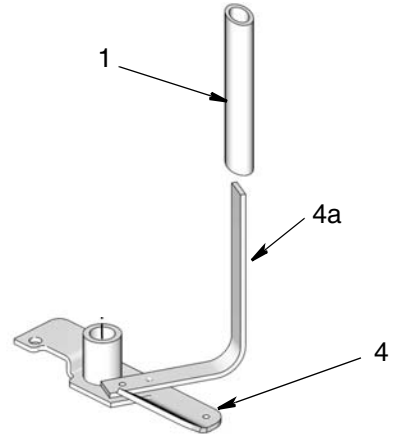

FIG. 7
1. Lubrifier légèrement le manchon du levier de commande (4a) avec le même lubrifiant utilisé dans la pompe (FIG. 7).
2. Glisser le levier de contact (1) sur le manchon (4a) dans le levier de commande (4) (FIG. 7).